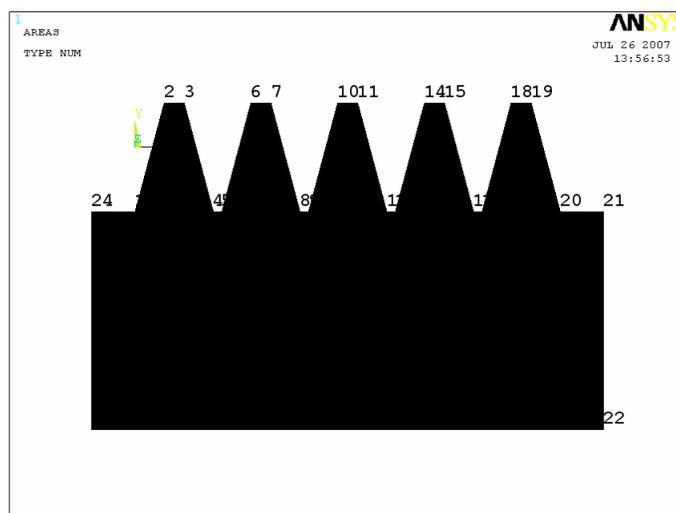

Рисунок 82. Результат сдвига поверхности по оси OY
- Нажимаем кнопку **OK** или *Apply* (Рисунок 82).